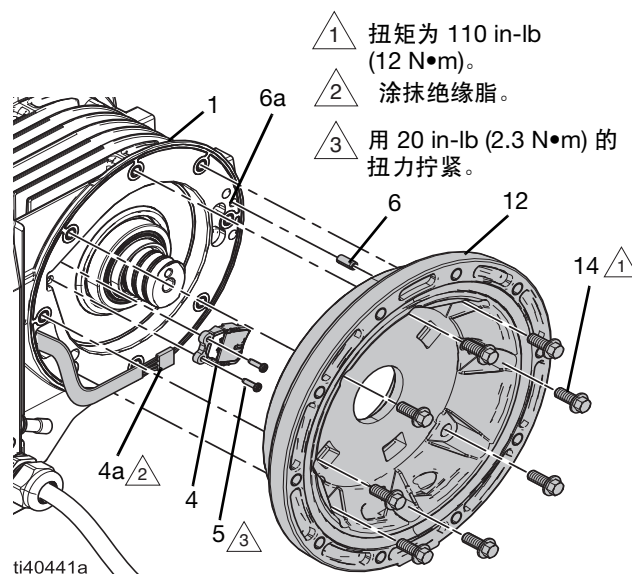

图 17：马达传感器
- 小心安装传感器侧定子盖 (12)：
- 将密封件 (11) 安装到定子盖 (12) 中。
- 将定子盖 (12) 中的销 (6) 与定子外壳 (1) 上的销孔 (6a) 对齐，然后轻轻插入定子盖 (12)。确保定子帽正确安装到位。参考图 17。
参考图 17 和图 19。